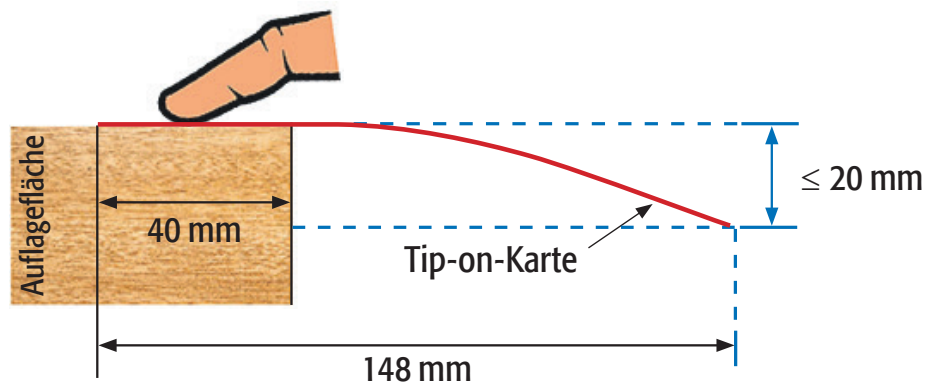

Abb. 1: Ermittlung der maximalen Durchbiegung einer Tip-on-Karte
2.3 Falzarten	<p>Gefaltzte Beilagen müssen im Kreuz-, Wickel- oder Mittenfalz verarbeitet sein (Abb. 1 bis 3).</p> <p>Mehrseitige Beilagen mit Formaten &gt; DIN A5 (148 mm x 210 mm) müssen den Falz an der langen Seite haben.</p> <div style="display: flex; justify-content: space-around; align-items: center;"> <div style="text-align: center;">  <p>Abb. 1: Kreuzfalz</p> </div> <div style="text-align: center;">  <p>Abb. 2: Wickelfalz</p> </div> <div style="text-align: center;">  <p>Abb. 3: Mittenfalz</p> </div> </div>
- Verformte Karten können nicht verarbeitet werden. Die maximale Durchbiegung beträgt 20 mm (siehe Abbildung 1).